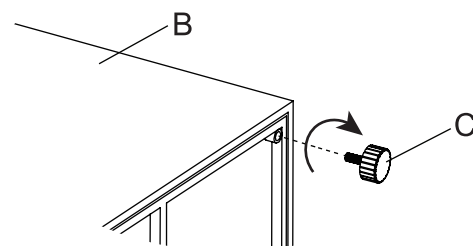

Figure 1
1. Con ayuda de otra persona, coloque cuidadosamente el brasero (B) sobre una superficie plana y no abrasiva para evitar rayaduras. Verifique las cuatro esquinas en la parte inferior, alinee las patas deslizantes (C) con los orificios y atornille en sentido horario (ver Figure 1).